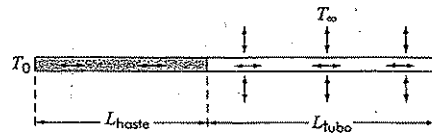

FIGURA P24.22
24.22 Como na Figura P24.22, uma haste metálica isolada tem uma condição de contorno de temperatura fixa (T_0) em sua extremidade esquerda. Em sua extremidade direita, ela está conectada a um tubo de paredes finas cheio de água através do qual calor é conduzido. O tudo é isolado em sua extremidade direita e troca calor por convecção